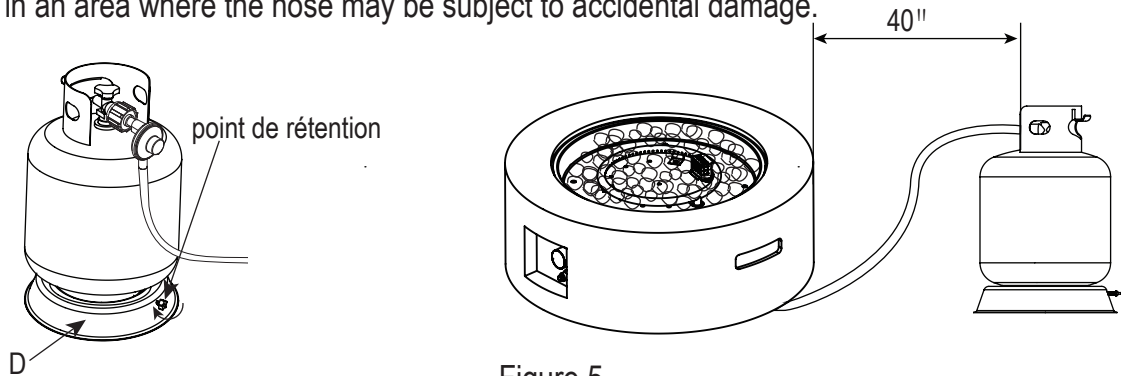

Figure 5
5. Fixez le réservoir de gaz en serrant dans le sens horaire le point de fixation situé sur le siège du réservoir (D) (voir figure 5), afin que le réservoir de gaz ne puisse pas bouger d'un côté à l'autre ou tomber.